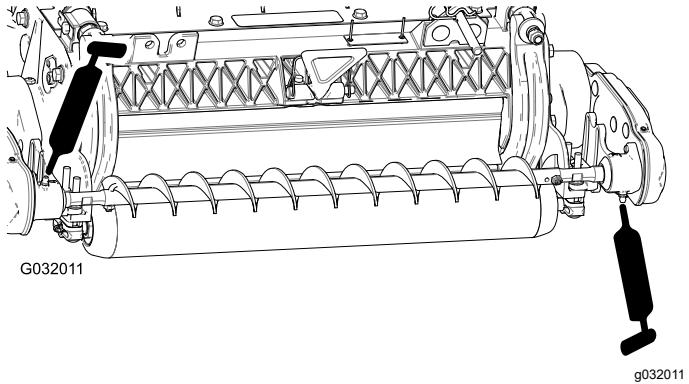

図 18
3. 左右のローラブラシベアリングハウジングのグリス注入部から、No.2リチウム系汎用グリスを注入する図18。はみ出したグリスはふき取る。特にエクスクルーダ・シールの周囲に残さないこと。